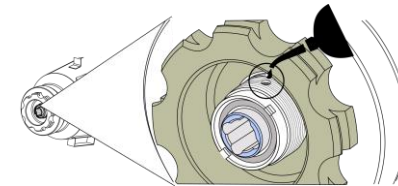

Fig 6. LUBRICACIÓN DEL COPLE DE VASO
- Afloje la perilla de base del vaso (14) y retire la el vaso (2), voltéelo y colóquelo sobre una superficie limpia y nivelada.
- Localice el orificio que se encuentra en el cople de acero (**Ver Fig. 6**) del vaso de la licuadora.